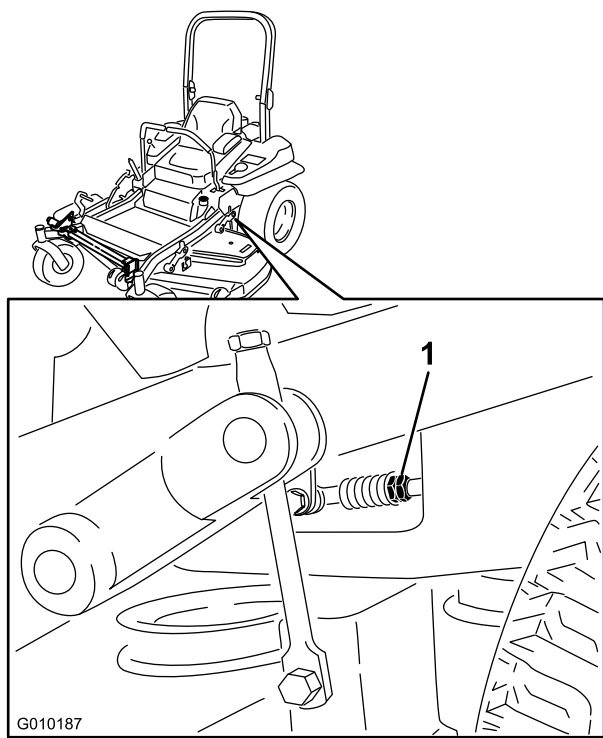

Figure 83
10. Réglez la longueur des tiges de pompes en tournant les doubles écrous dans le sens voulu jusqu'à ce que les roues tournent légèrement en marche arrière (Figure 83).